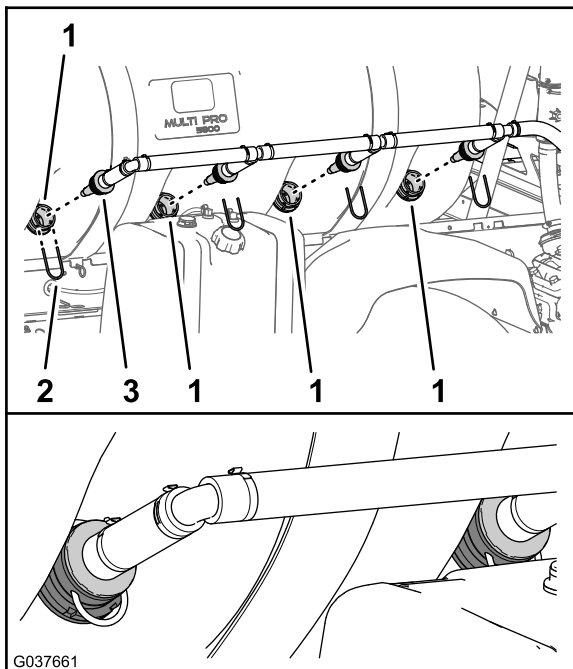

Figure 56
- 4. Insérez les 4 buses d'agitation du bloc de buses dans les raccords de traversée de la cuve du pulvérisateur (Figure 56).